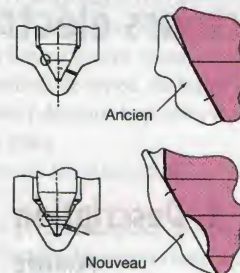
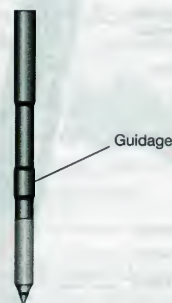

Figure 86.2. Sièges de l'aiguille modifié
Figure 86.6. Vue d'une aiguille d'injecteur common rail avec son guidage (Doc. Cybarmécanique)
- l'injecteur, multijets, qui ressemble à un modèle classique « à trous obturés » (fiche 74), mais les orifices sont d'un diamètre plus petit (< 0,15 mm), la forme du siège de l'aiguille a dernièrement été optimisée pour obtenir une meilleure uniformité des jets (fig. 86.2), et le guidage de l'aiguille dans la buse (fig. 86.6) est renforcé ;
La valve est fermée (électro-aimant non alimenté), la haute pression de rail est présente dans la chambre de contrôle (fig. 86.6) (4), et sur la face d'appui de l'aiguille (fig. 86.7a).